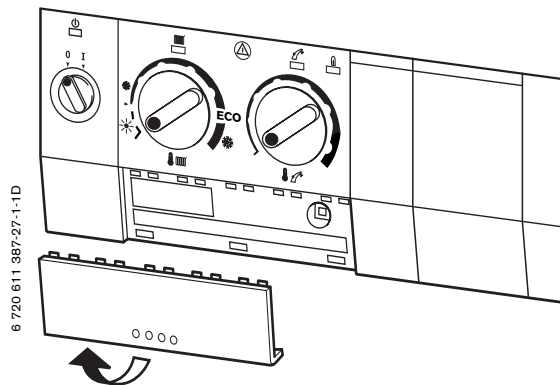

Fig. 22
- Ai fini della protezione elettrica contro eventuali spruzzi d'acqua (IP), la posa del cavo è da eseguirsi mediante apposito passacavo, con foro di diametro corrispondente.
- ▶ Aprire la centralina elettronica di comando (vedi pag. 21, Fig. 22 e 23).